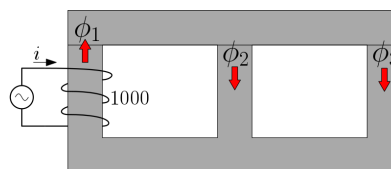

Figura 1.4: Circuito para o item IV
- Monte uma simulação do circuito mostrado na Figura 1.4 com as mesmas dimensões medidas em laboratório. Desconsidere os entreferros e adote a permeabilidade magnética calculada no item anterior.